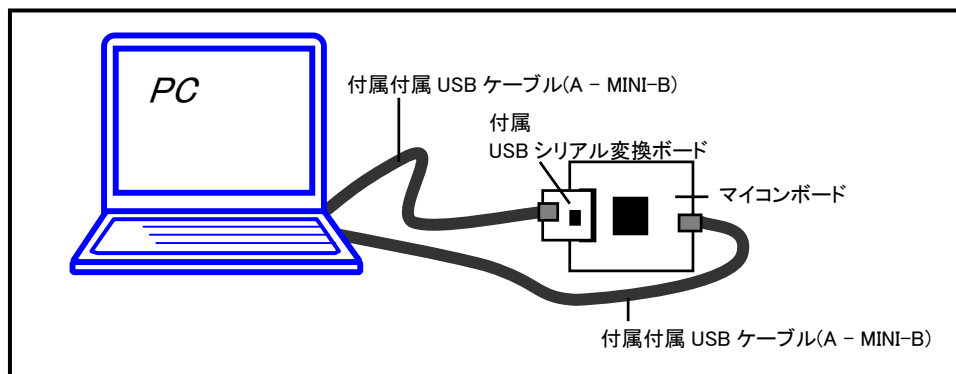

図 3-2 接続設定図
②付属の USB-ADAPTER と付属 USB ケーブル(A - MINI-B)を接続してください。
③②で準備した付属 USB ケーブル(A - MINI-B)を PC と接続してください。
④②で準備した USB-ADAPTER をマイコンボードの J14 (20pin コネクタ)に接続してください。
⑤②で準備した付属 USB ケーブル(A - MINI-B)とは別の付属 USB ケーブル(A - MINI-B)をマイコンボードの J12、PC と接続してください。
⑥DC 電源(2P)より 5V 電源を投入してください。
※②～⑤の接続設定については「図 3-2 接続設定図」をご参照下さい